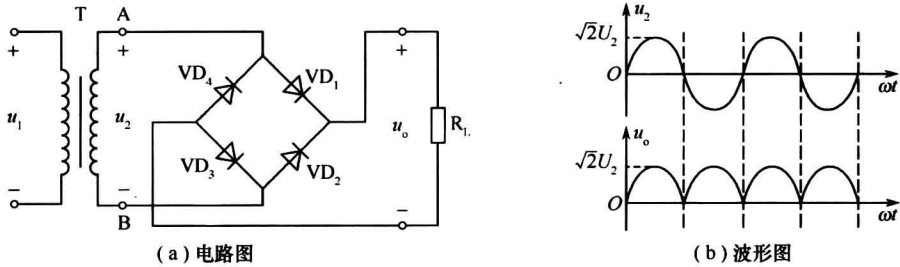

图 1-10 单相桥式整流电路
它由电源变压器 T、4 只整流二极管(视为理想二极管)和负载 R_L 组成, 如图 1-10(a) 所示。由于 4 只二极管接成电桥形式, 故将此电路称为桥式整流电路。
这样, 在 u_2 变化的一个周期内, 负载 R_L 上得到了一个单方向全波脉动直流电压 u_o , 其波形如图 1-10(b) 所示。
(1) 负载上的直流电压 U_o : 从图 1-10(b) 可见, 因全波输出波形面积为半波的两倍, 因此
(3) 通过二极管的平均电流 I_v : 由图 1-10(a) 可看出, 每两只整流二极管串联后在 u_2 的正、负半周轮流导通, 因此流过每个二极管的平均电流只有负载上平均电流的一半, 故有
(4) 二极管承受的最大反向电压 U_{RM} : 从图 1-10(a) 还看出, 当 VD_1 、 VD_3 导通时, 截止管 VD_2 、 VD_4 的负极与 A 端同相位, 正极与 B 端同相位, 截止管两端所承受的最高反向电压为